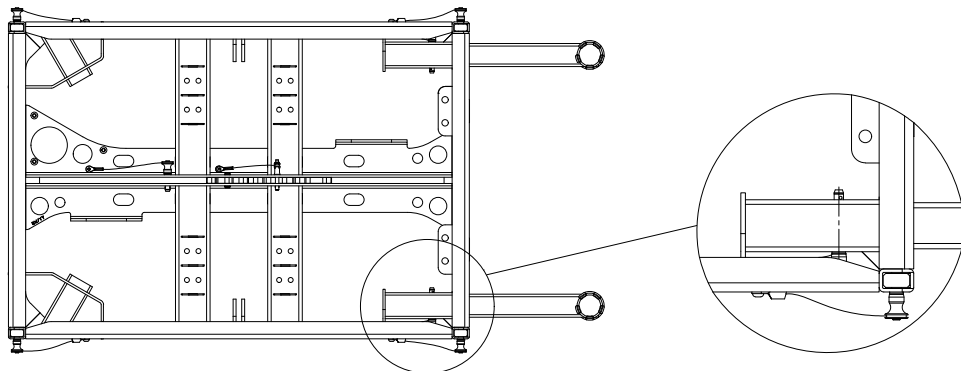

Abbildung 4.2.3 - Montage hinten VERA ORF900 Outrigger am VERA RF600
3. Stecken Sie alle Kugelsperrbolzen immer komplett durch alle Vierkantröhre (siehe Abbildung 4.2.3 rechts).